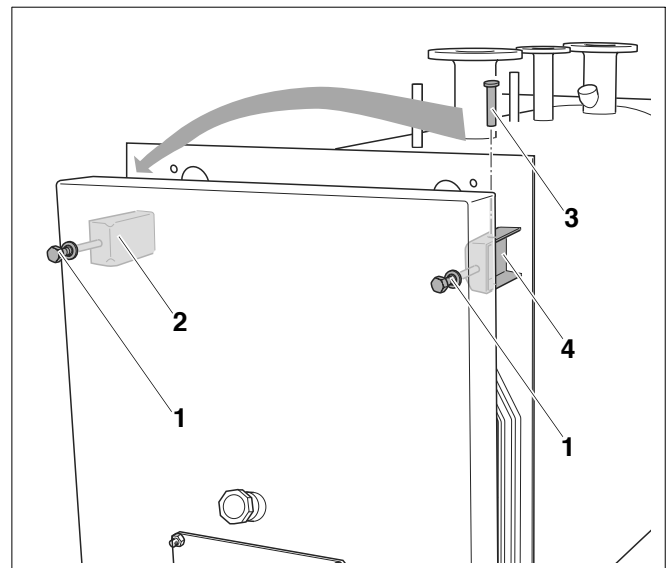

Fig. 11 Modificarea balamalei superioare
- Se slăbește șurubul cu cap hexagonal M12 (fig. 11, **poz. 1**) de la balamaua superioară dreapta (fig. 11, **poz. 4**) până când bolțul de balama (fig. 11, **poz. 3**) se mișcă liber.
- Se scoate bolțul de balama (fig. 11, **poz. 3**) din balamaua superioară dreapta (fig. 11, **poz. 4**).
- Se introduce bolțul de balama (fig. 11, **poz. 3**) prin balamaua superioară stânga (fig. 11, **poz. 2**).
- Se slăbește șurubul cu cap hexagonal M12 (fig. 11, **poz. 1**) până când se va putea introduce bolțul de balama (fig. 11, **poz. 3**).
- Se împinge bolțul de balama (fig. 11, **poz. 3**) prin balamaua superioară stânga (fig. 11, **poz. 2**).